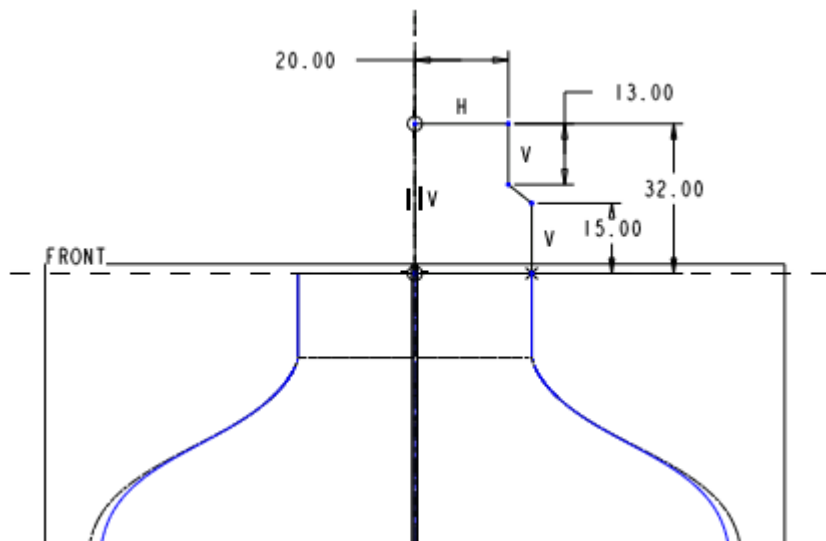

图 45-16
- (1) 单击特征工具栏中的按钮 ，打开旋转特征操控板，选中  以建立实体特征。
- (2) 单击草绘截面按钮 ，系统显示【剖面】对话框。
- (3) 选择 FRONT 基准面为草绘平面，RIGHT 基准面为参照平面，接受系统默认的视图方向，单击【草绘】按钮，进入草绘工作环境。
- (4) 绘制如图 45-16 所示的一条中心线和旋转截面，然后单击  按钮，完成草图绘制。